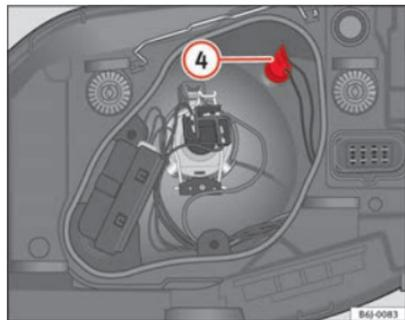

Fig. 149 Luz de población
- Extraiga el portalámparas ④ ⇒ fig. 149 hacia fuera.